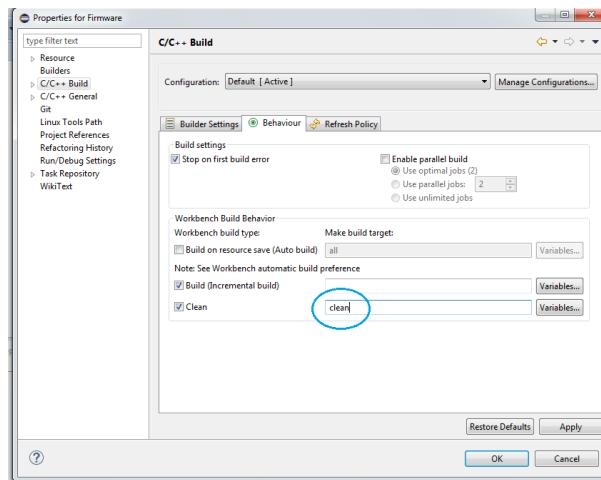

Figura 26: Cambio de “clean_generate” a “clean”.
- Para la compilación y depuración del programa mediante el IDE del Firmware, se debe colocar sobre la carpeta Firmware y mediante click derecho, el usuario debe ubicarse en *Propiedades→C/C++ Build→Behaviour*. A continuación debe modificar sobre la rama *Clean*, y reemplazar la palabra *Clean_generate* por *clean*, como puede apreciarse en la Figura 26.